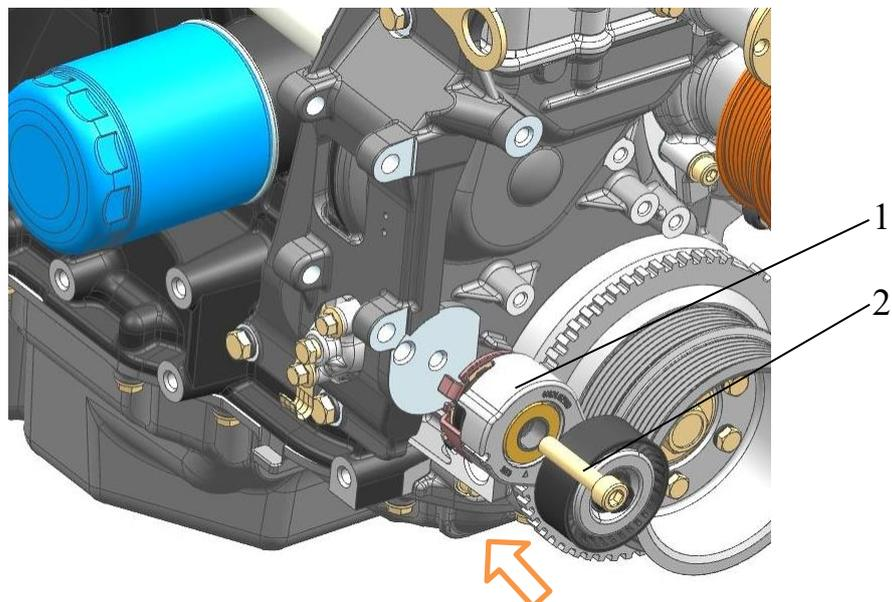

Рис.192. Установка автоматического механизма натяжения:
– установить автоматический механизм натяжения ремня 1 (рис.192) на кронштейн крепления агрегатов таким образом, чтобы отогнутый язычок механизма зашел в отверстие кронштейна, и завернуть винт 2 крепления механизма натяжения моментом 39,2...49,1 Н·м (4,0...5,0 кгс·м);